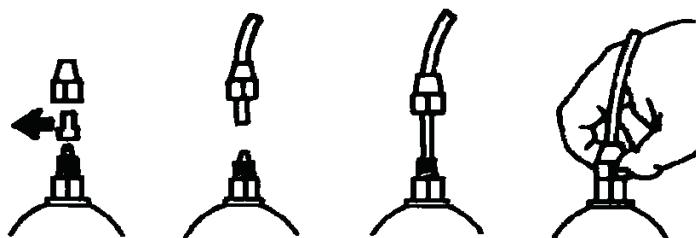

Fig. 7
e.- Saque las dos cápsulas de protección de los empalmes, insiera hasta el fondo los tubos enroscando, y asegúrellos con los casquillos de fijación. (Fig. 7)